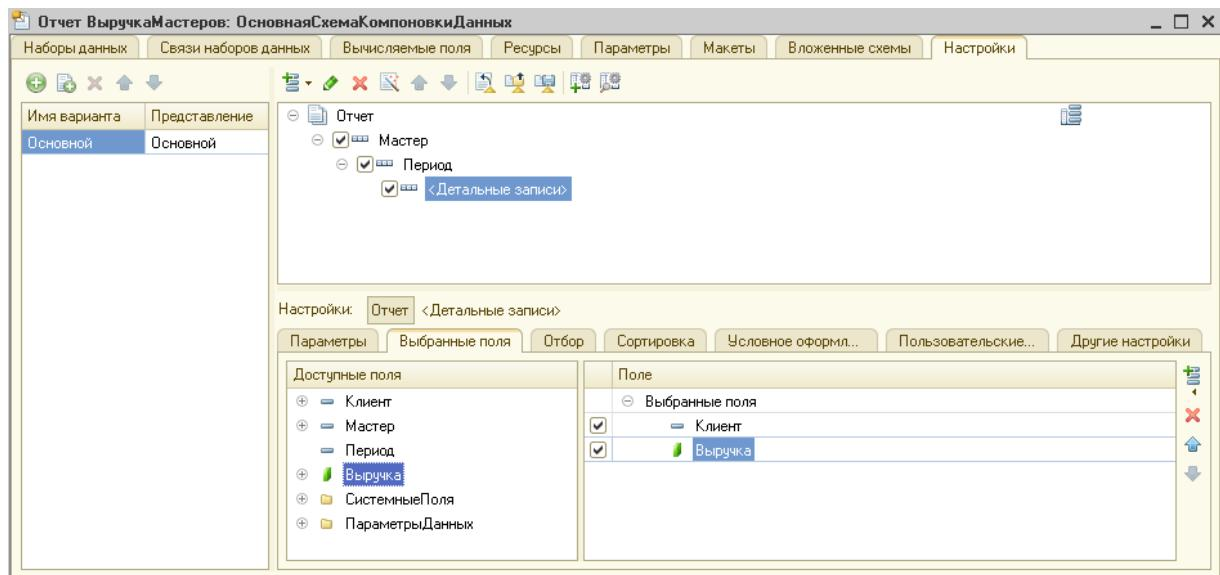

Рисунок 87 Группировка отчета
15. Добавьте еще одну группировку с настройками по умолчанию (рис. 87).
16. На вкладке **Выбранные поля** – Клиент и Выручка (рис. 87).